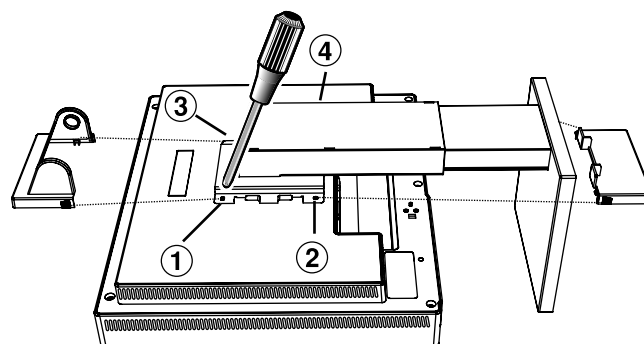

Figura S.2
4. Togliere le 4 viti che fissano il monitor al supporto e sollevare il gruppo supporto (**Figura S.2**). Il monitor, ora, è pronto per un diverso montaggio.